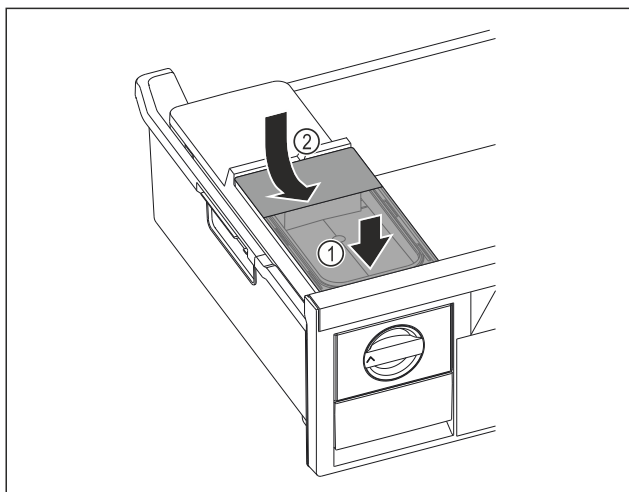

Fig. 68
- ▶ Rezervoar za vodo namestite spredaj. Fig. 68 (1)
- ▶ Zadaj rezervoar za vodo spustite. Fig. 68 (2)